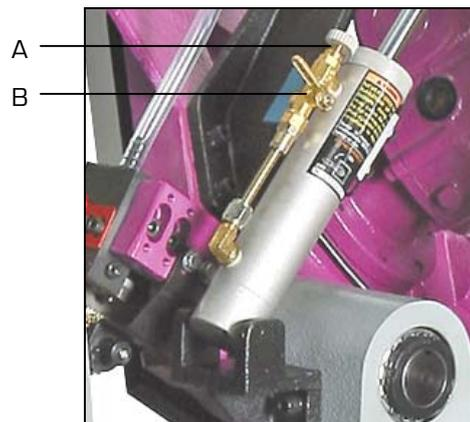

Figure 4
- Molette de réglage de vitesse de descente d'archet (A fig.4).
- Manette de blocage ou débloquage de descente d'archet (B fig.4).
- Régler la vitesse de descente du ruban au vérin hydraulique grâce à la molette [A fig.4].
- Bloquer ou débloquer le vérin pour la descente de l'archer avec la manette [B fig.4].
- La manette [B fig.4] bloquée permet aussi d'immobiliser l'archer en position intermédiaire sans avoir à remonter en position haute.
9. Régler la vitesse de descente du ruban au vérin hydraulique grâce à la molette (A fig.4).
14. Débloquer le vérin pour la descente de l'archer avec la manette (B fig.4).
15. Si nécessaire, régler à nouveau la vitesse descente du ruban au vérin hydraulique grâce à la molette (A fig.4).